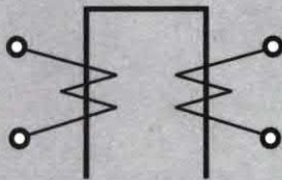

FIGURA 1
2. Il simbolo rappresentato in Figura 1, sta a significare: